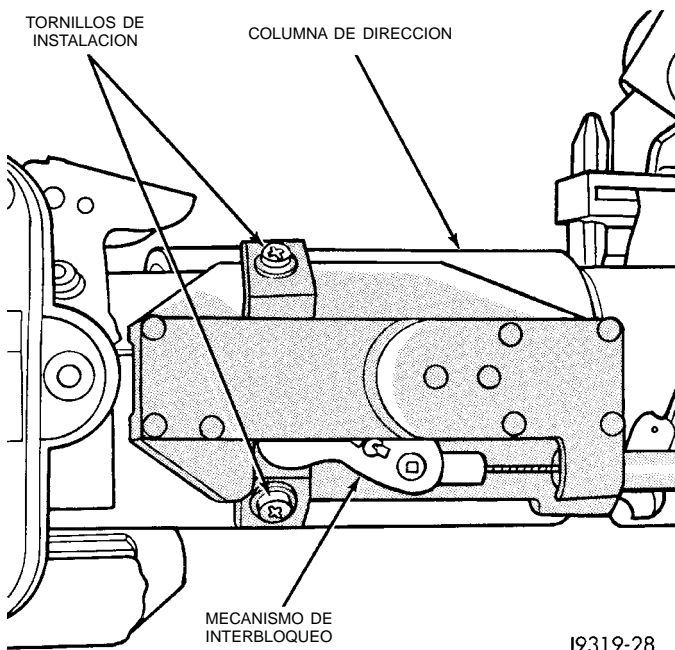

Fig. 24 Mecanismo de interbloqueo en la columna
(1) Baje la columna de dirección.
(2) Retire los dos tornillos que sujetan el mecanismo de interbloqueo en la columna (Fig. 24). Desprenda el mecanismo de la columna.